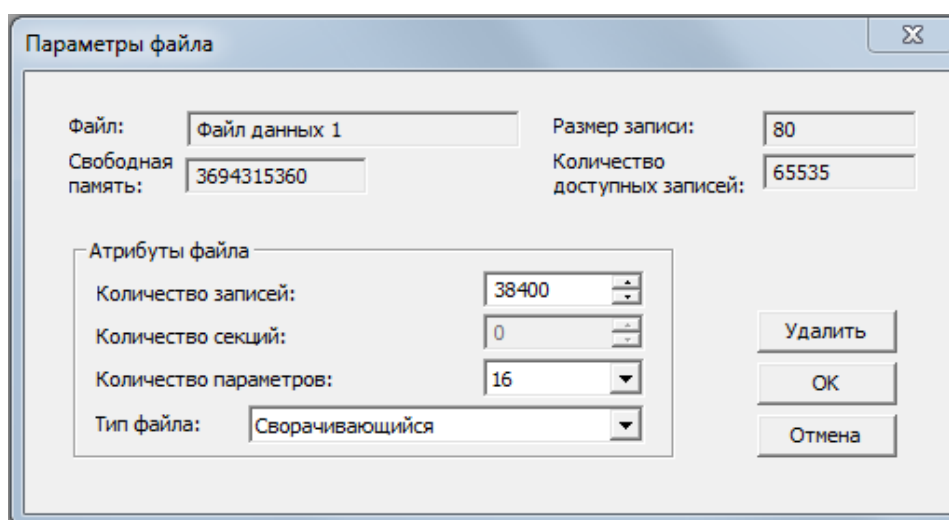

Рисунок 103 – Окно настроек «Параметры файла»
2. Дважды щелкните на позиции, которую Вы хотите изменить, или выделите соответствующую строку с настройками файла, и нажмите кнопку «Конфигурация файла». Дальнейшие настройки проводятся в открывшемся окне настроек «Параметры файла» (рисунок 103).